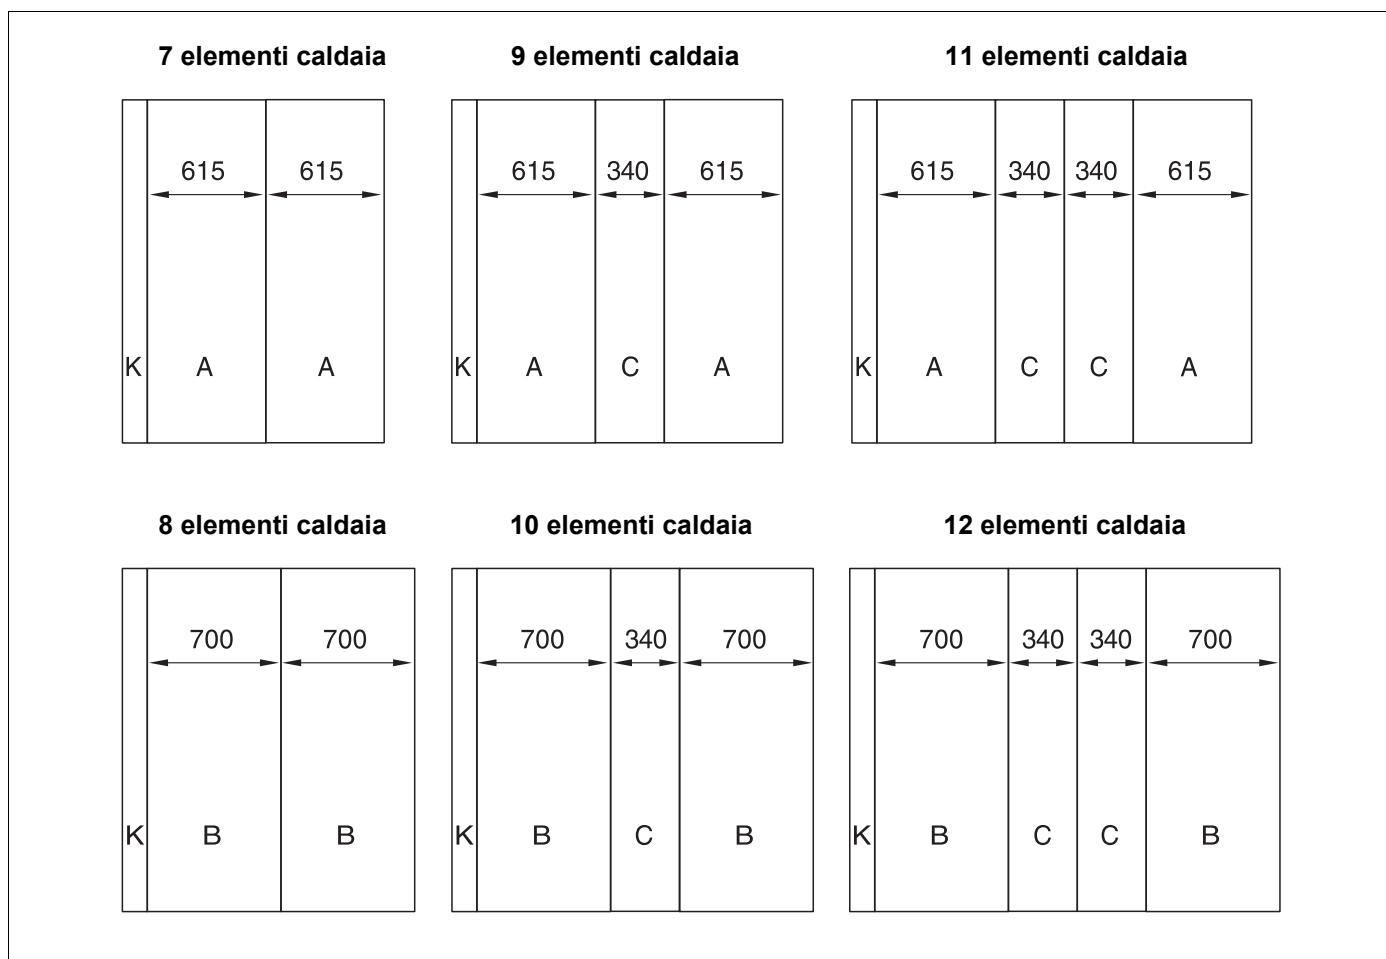

Fig. 48 Disposizione degli elementi dei pannelli laterali in base alle diverse grandezze della caldaia (misure in mm)
- ▶ Montare tutti i pannelli laterali secondo lo schema (fig. 48).